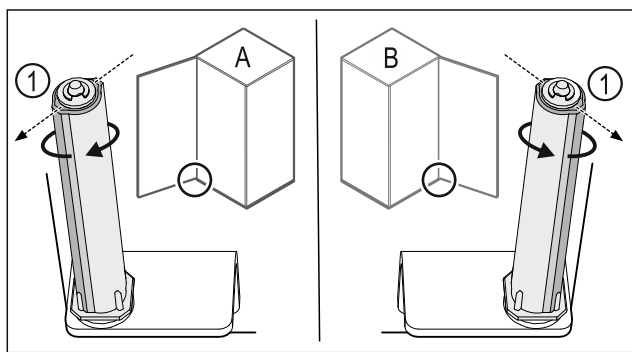

Fig. 33 Kreisais atbalsts (A) / labais atbalsts (B)
- Grieziet slēgšanas sistēmu pret pretestību, līdz slēgšanas sistēmas balstiņš Fig. 33 (1) ir vērsts uz augšu.